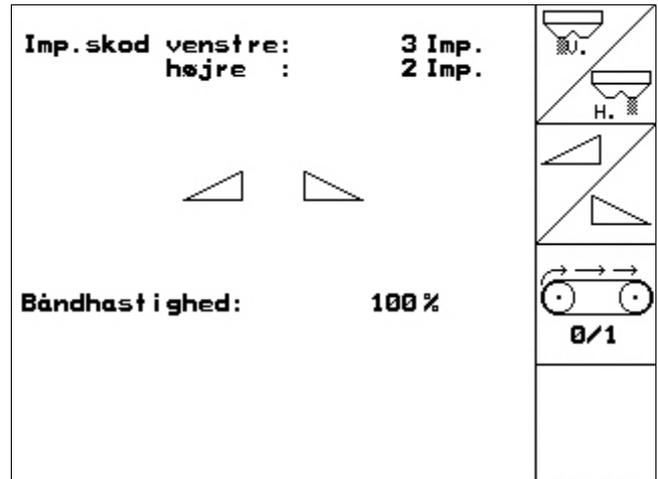

Fig. 20
-  Tømning af beholder (Fig. 20).